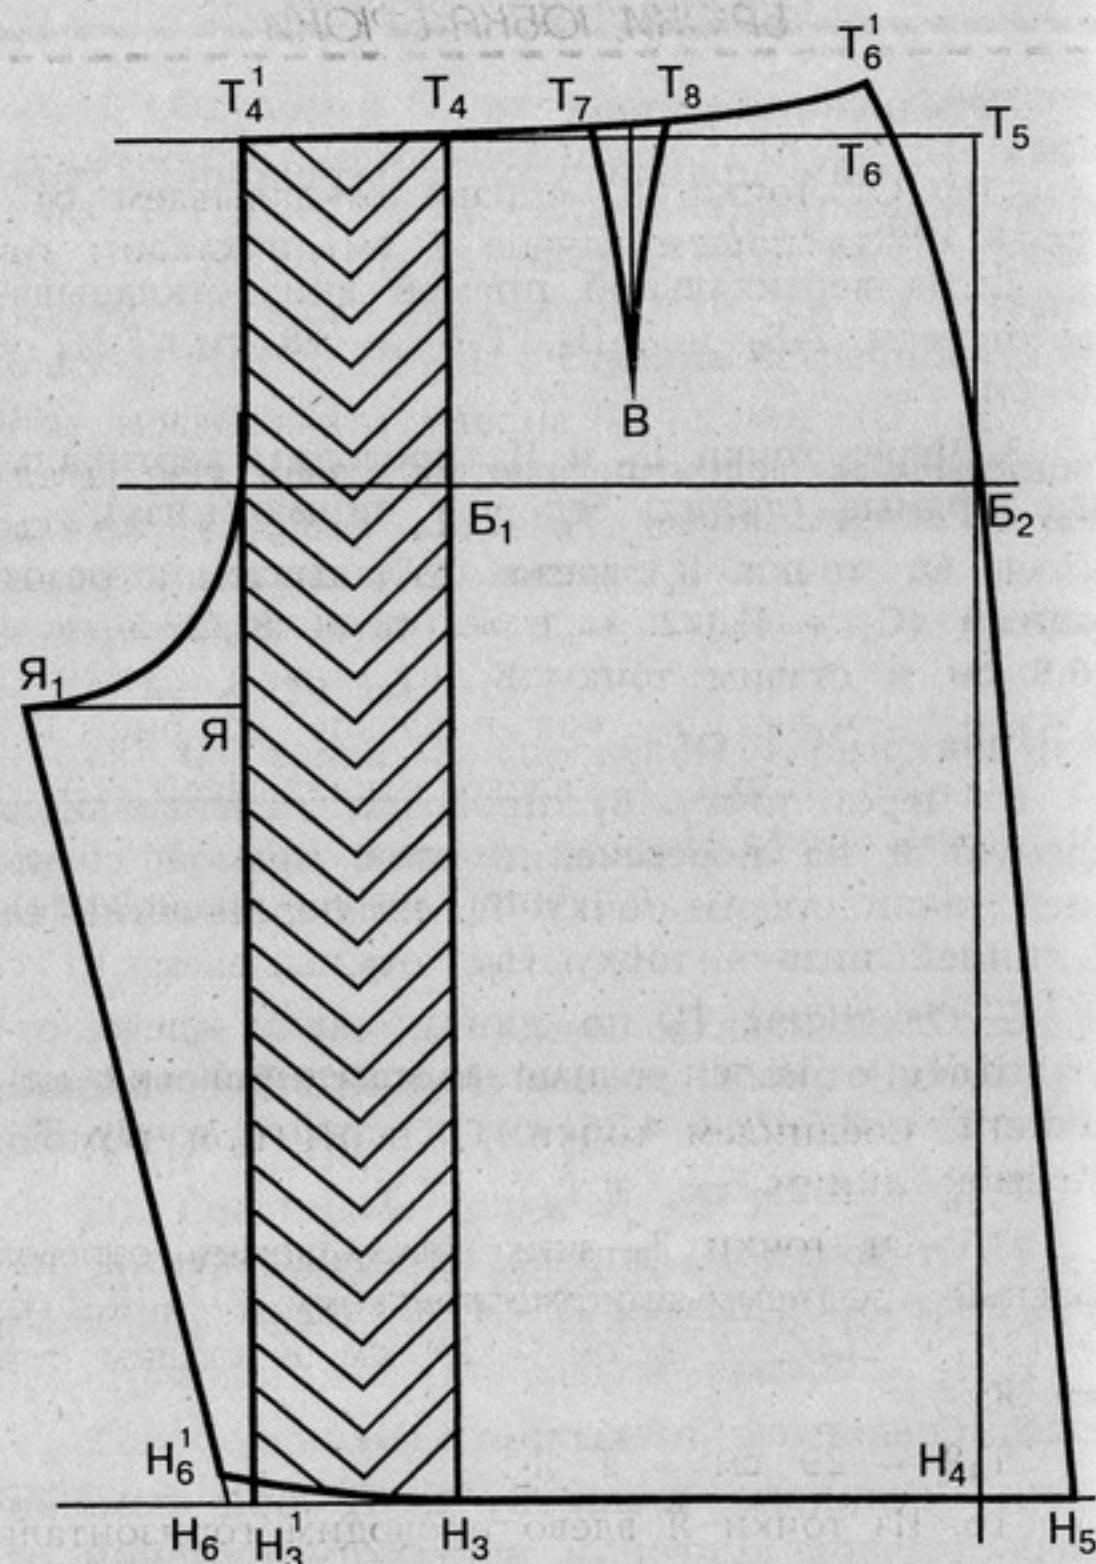

Рис. 179. Чертеж выкройки передней половинки юбки-брюк
1. Строим прямой угол с вершиной в точке T_5 (рис. 179).
11. От точки T_7 вправо откладываем отрезок, равный величине раствора передней вытачки и ставим точку T_8 ($T_7T_8 = P_{пв} = 3,4 \text{ см}$). После этого делим отрезок T_7T_8 пополам. Из его середины проводим отрезок, равный 8-12 см (в нашем случае - 10 см, и ставим точку B . Оформляем вытачку как показано на рис. 179.